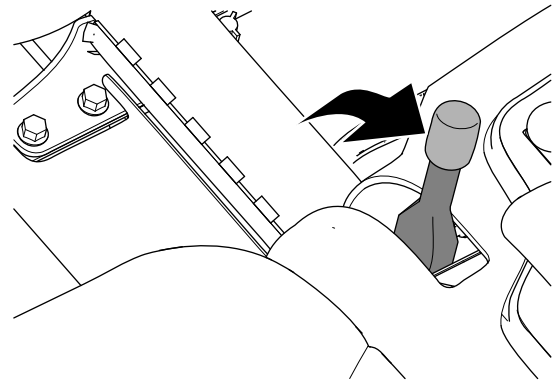

Figura 27
2. Ponga el freno de estacionamiento (Figura 27).